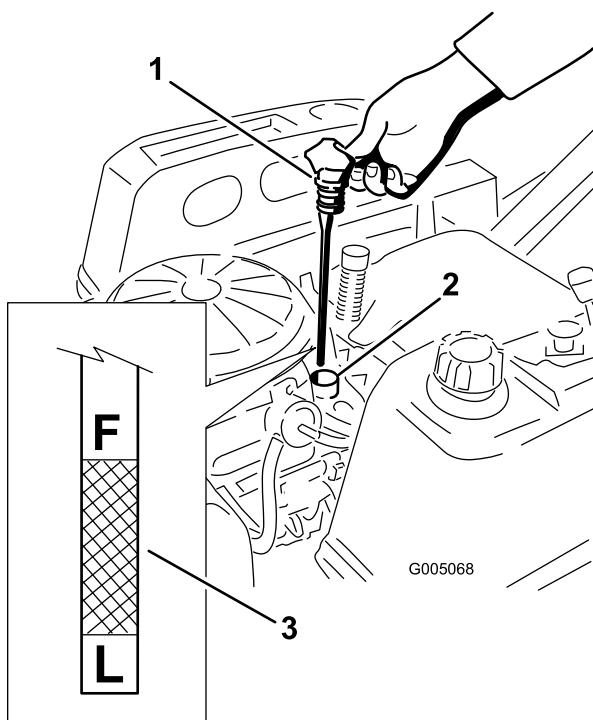

Bild 36
- Setzen Sie den Peilstab wieder ein und drücken Sie ihn richtig rein (Bild 36).
- Nehmen Sie den Peilstab heraus und prüfen Sie den Ölstand (Bild 36).
9. Entfernen Sie den Ölfüllstutzendeckel und den Peilstab (Bild 36).
19. Gießen Sie ca. 80 % der angegebenen Ölmenge langsam in den Einfüllstutzen (Bild 36).
20. Setzen Sie den Ölfüllstutzendeckel und Peilstab ein und drücken sie zurecht (Bild 36).
21. Prüfen Sie den Ölstand (Bild 36), siehe Prüfen des Motorölstands (Seite 32).
23. Setzen Sie den Ölfüllstutzendeckel und Peilstab ein und drücken sie zurecht (Bild 36).